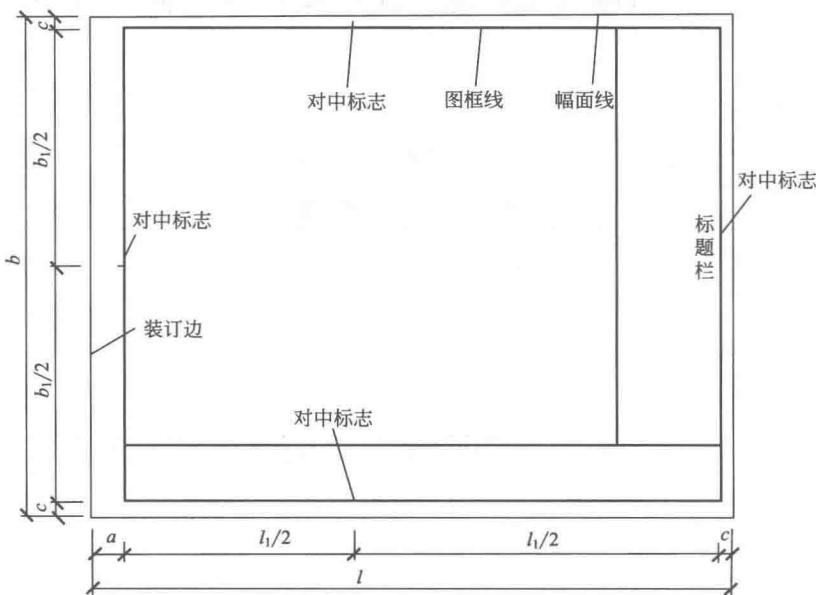
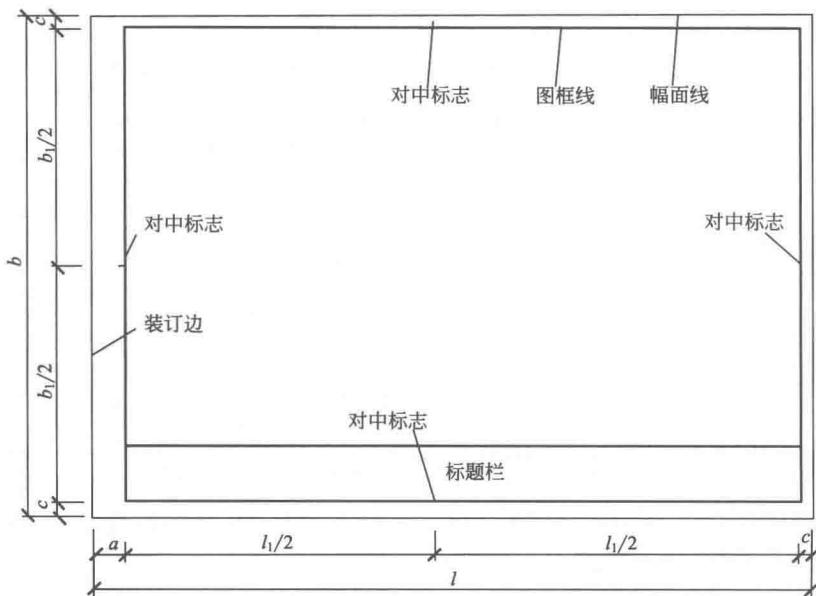

图 2-1 A0~A4 横式幅面 (一)
图 2-2 A0~A4 横式幅面 (二)
(1) 图纸中应有标题栏、图框线、幅面线、装订边线和对中标志。图纸的标题栏及装订边的位置，应符合以下规定。
① 横式使用的图纸应按如图 2-1、图 2-2 所示的形式布置。